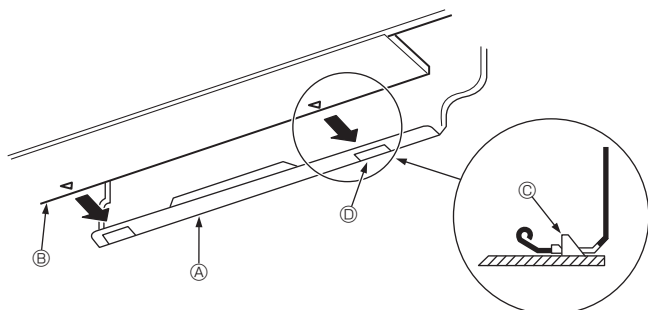

Abb. 3-15
3. Hängen Sie den oberen Teil der Inneneinheit an die Montageplatte ①, während Sie die Kältemittelleitung und das Abflussrohr in die Wandöffnung (Türle) einführen.
5. Befestigen Sie die Inneneinheit, indem Sie sie gegen die Montageplatte ① drücken. (Abb. 3-15)
- \* Vergewissern Sie sich, dass die Knöpfe unten an der Inneneinheit sicher in die Montageplatte ① eingehängt sind.
- ① Montageplatte
- ② Inneneinheit
- ③ Haken
- ④ Rechteckige Öffnung